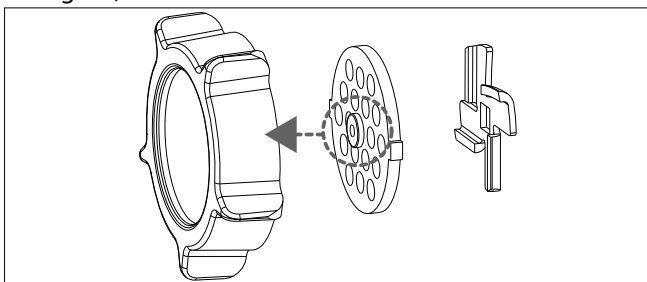

Fig. 13 – Insérer correctement la grille
- ▶ Choisissez une grille adaptée et placez-la sur l'axe de la vis sans fin. Veillez à ce que la grille avec la rainure soit insérée dans la bonne position dans le boîtier de la vis sans fin et que le nez soit dirigé vers l'avant (voir Fig. 13).